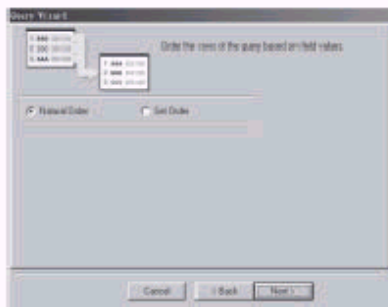

Fig. 8-9 Selección de las Condiciones de Consulta
2.6 Seleccione la condición de consulta como en la Fig. 8-9. All Row significa seleccionar todos los registros y Define Search Criteria significa seleccionar los registros a consultar. Luego haga clic en **Next**.